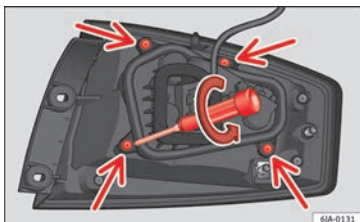

Fig. 100 Parafusos de fixação na parte posterior da unidade de luz traseira.
- Desaperte os quatro parafusos de fixação do porta-lâmpadas para a esquerda com a chave de fendas fornecida ou com uma chave Torx 20 (T20) » Fig. 100. Ter cuidado para não perder os parafusos de fixação do porta-lâmpadas.